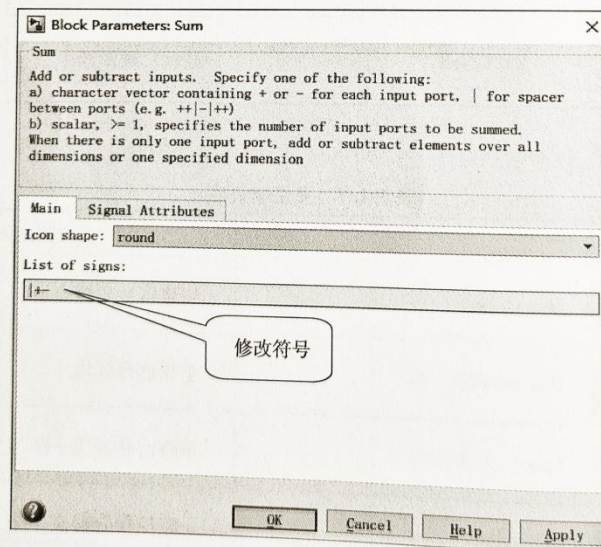

图 3.1.5 求和运算参数设置对话框
(2) 数学模块库 (Math Operations) 中求和 “Sum” 的设置。单击左窗格 “Math Operations” 库，拖动数学模块库求和运算 (Sum) 模块，双击打开设置对话框，默认是求和运算，也可修改为相减运算，如图 3.1.5 所示。